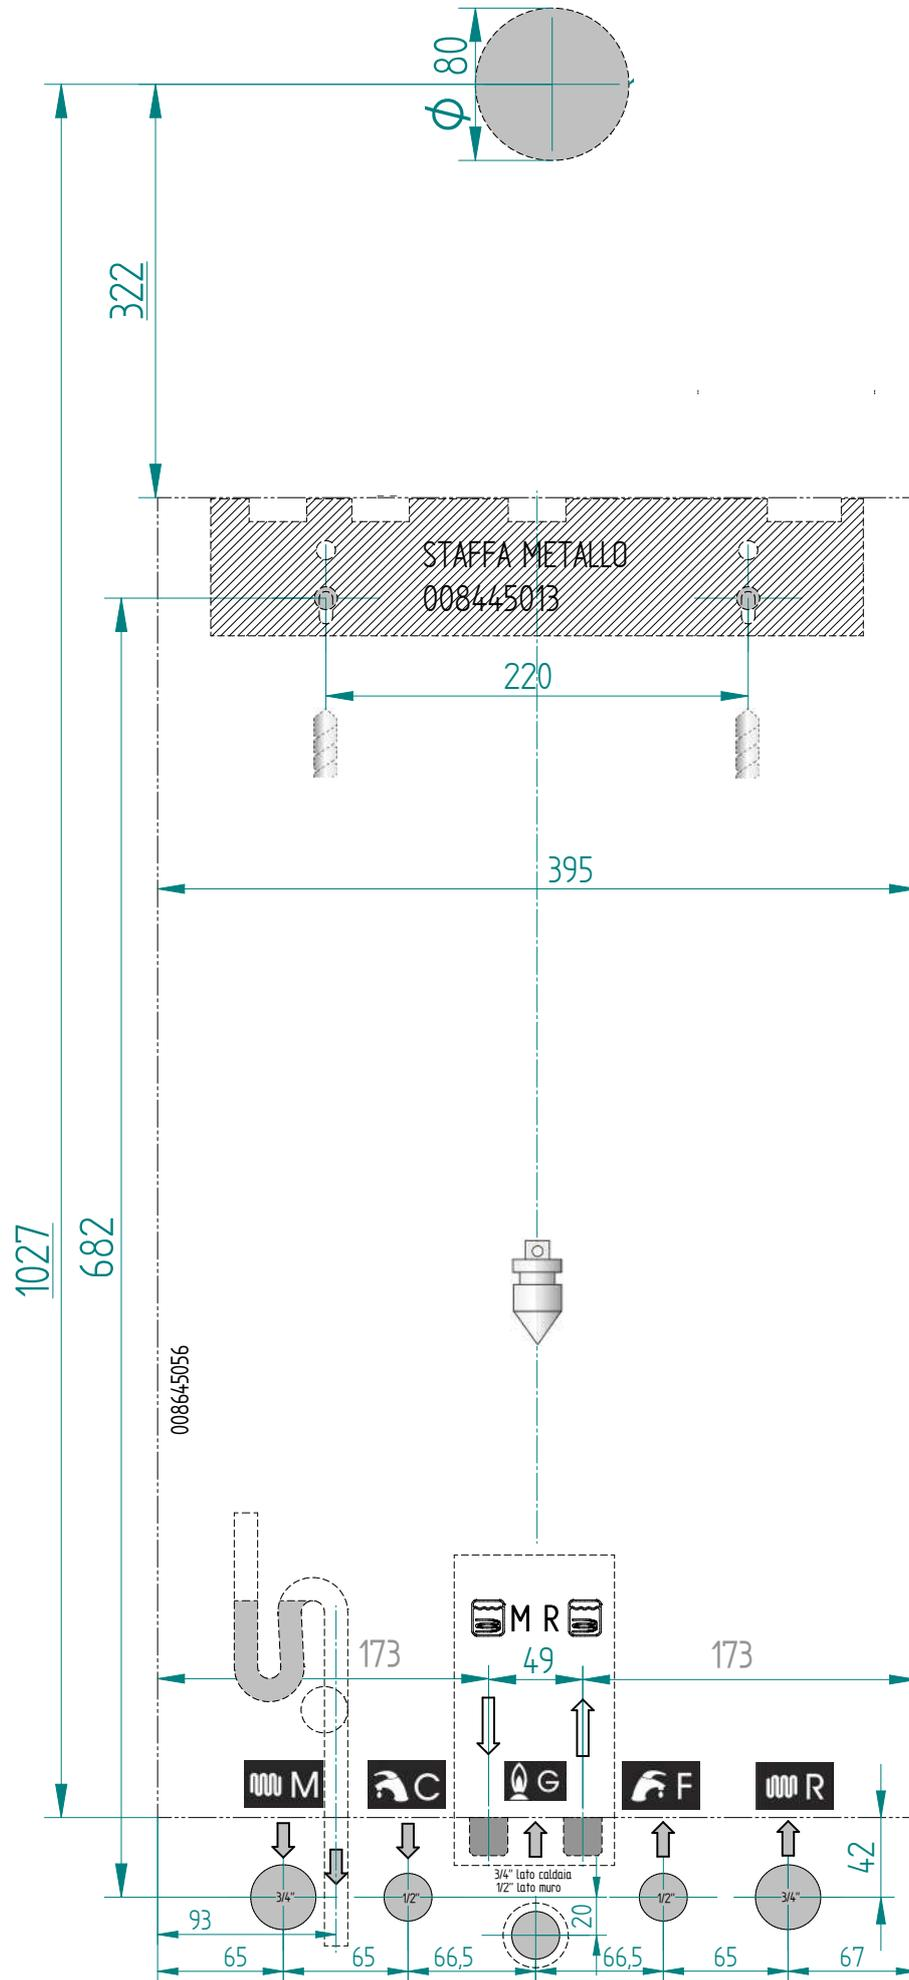

fig. 7
- c) la dima di fissaggio della caldaia al muro (fig. 7).
Ogni apparecchio è corredato di un'apposita dima in carta contenuta nell'imballo (fig. 7).
- fissare la dima (fig. 7) alla parete;
- realizzare nel muro i fori per i tasselli di fissaggio scelti per la staffa di sostegno della caldaia (008445013 in fig. 7);
- posizionare i raccordi per l'allacciamento della condotta di alimentazione del gas (G), della condotta di alimentazione dell'acqua fredda (F), dell'uscita acqua calda (C solo modello Blu (Play) Extra), della mandata secondaria verso il bollitore (solo modello Blu (Play) Extra SV), del ritorno secondario dal bollitore (solo modello Blu (Play) Extra SV), della mandata riscaldamento (M) e del ritorno riscaldamento (R) in corrispondenza degli stessi punti sulla dima (parte inferiore);